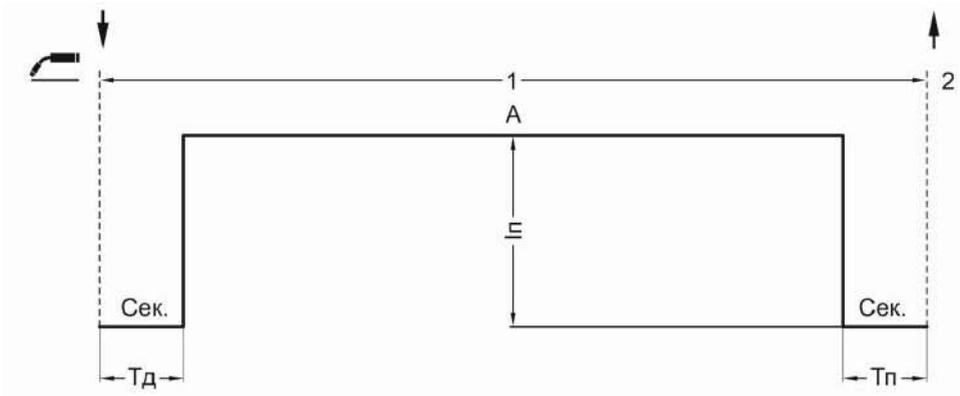

Рис. 7.4.4. Режим работы SPOT.
**Режим SPOT** рекомендуется использовать при сборке металлоконструкций и сварке коротких швов с одинаковой длиной (см. рис. 7.4.4).